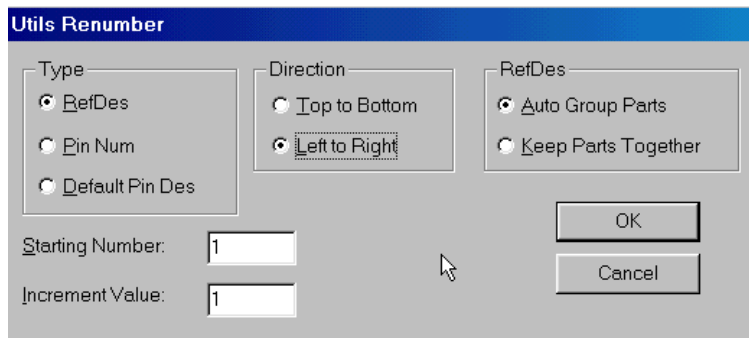

Рис. 6-12. Параметры переобозначений
2) На панели **Utils Renumber** (рис. 6-12) в рамке *Type* (тип) установите флажок *RefDes* (позиционные обозначения).
6) Установите значения параметров, как показано на рис. 6-12 и нажмите ОК.